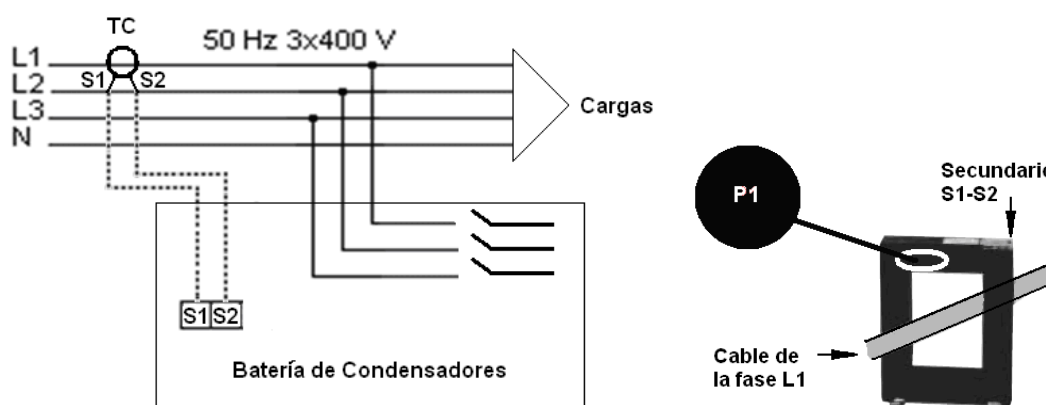

Figure 8 : Installation du transformateur de courant (TC) externe
3.9.- CONNEXION DU TRANSFORMATEUR DE COURANT (TC)
Il faut placer un transformateur de courant (TC) extérieur à la batterie des condensateurs, en mesurant le courant total de la charge plus celui propre à la batterie (Figure 8).
Il est conseillé de connecter le TC à la phase L1 avec le sens du courant de P1 à P2 (Figure 8) et connecter le secondaire (bornes S1, S2) aux bornes du même nom de la batterie (Figure 8).